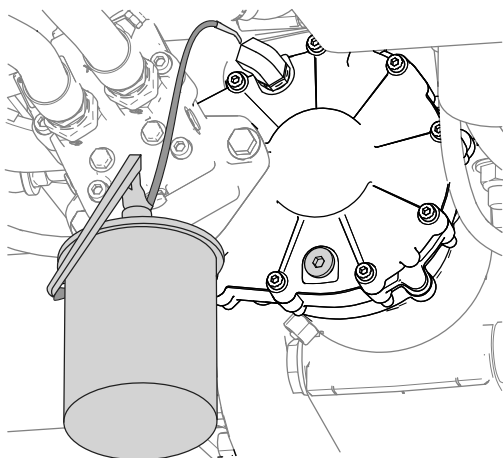

Figure 112
- Versez 0,34 L (11,5 oz liq.) de l'huile spécifiée par le raccord à 90° (Figure 112).